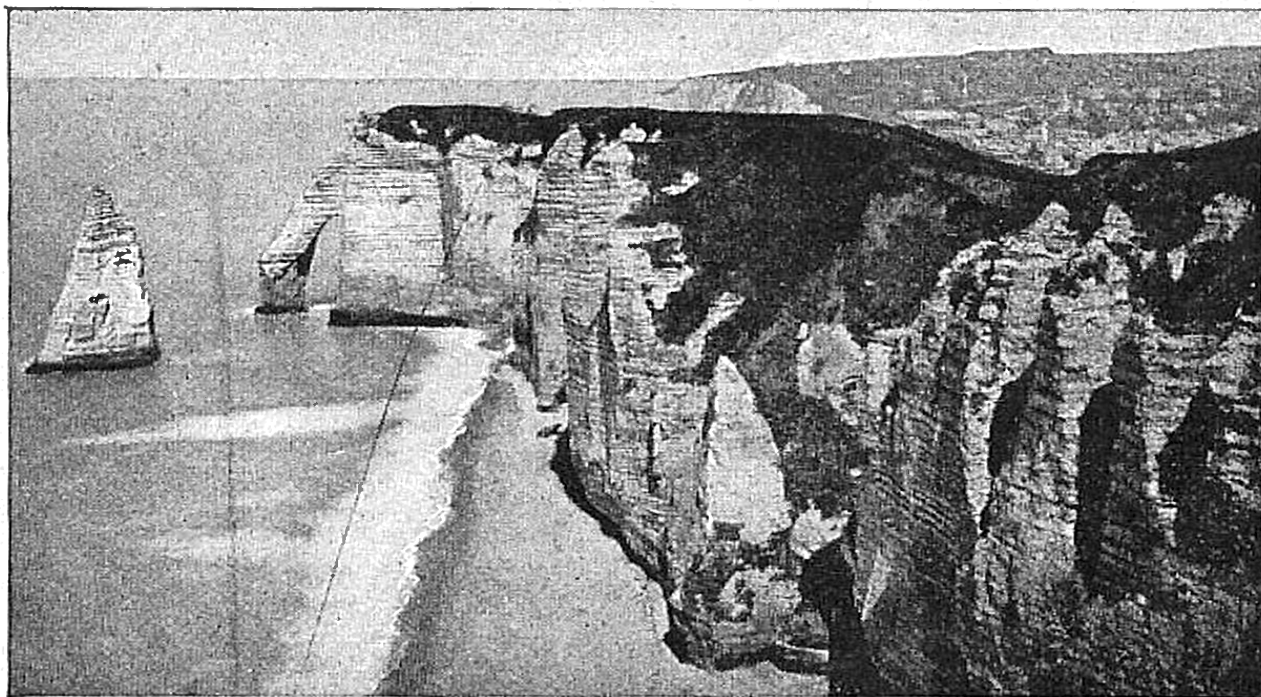

Fig. 119. — La mer sape les falaises (Étretat [Seine-Inférieure]).
4. Action de la mer. — Les *marées* et surtout les vagues de la mer exercent sur les côtes une action destructive très énergique. Elles sapent incessamment le pied des falaises, les désagrègent et les font ébouler dans la mer (*fig. 119*). Les fragments de roches, roulés par les flots, s'arrondissent et sont alors appelés *galets*. S'ils se morcellent de plus en plus, ils finissent par former du *sable* dont l'amas fait *plage*. Les parties les plus légères, surtout la craie, restent en suspension dans l'eau et sont entraînées par les courants. Lorsqu'elles arrivent dans un endroit où l'eau n'est plus agitée, elles se déposent en couches horizontales.